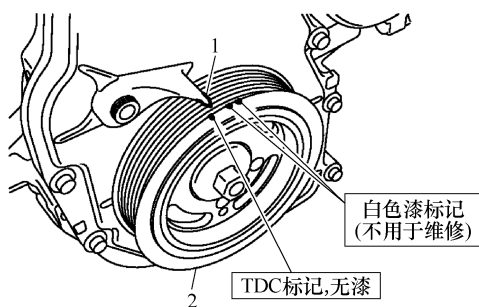

图 3-89 将1号气缸置于TDC位置
① 顺时针转动曲轴带轮 2 并使 TDC 标记(无漆)与前盖上的正时指示器 1 对准，如图 3-89 所示。